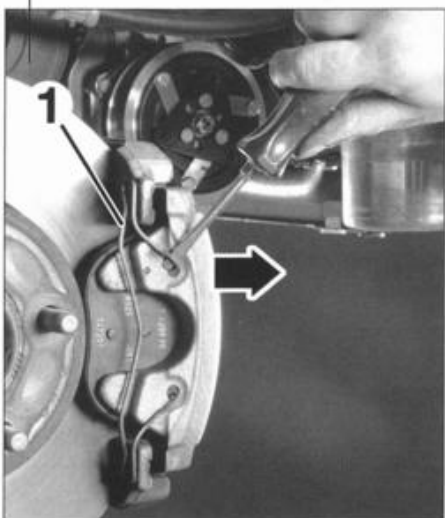

FIG. 7
- Desmontar el muelle (1) de la pinza (**fig. 7**).